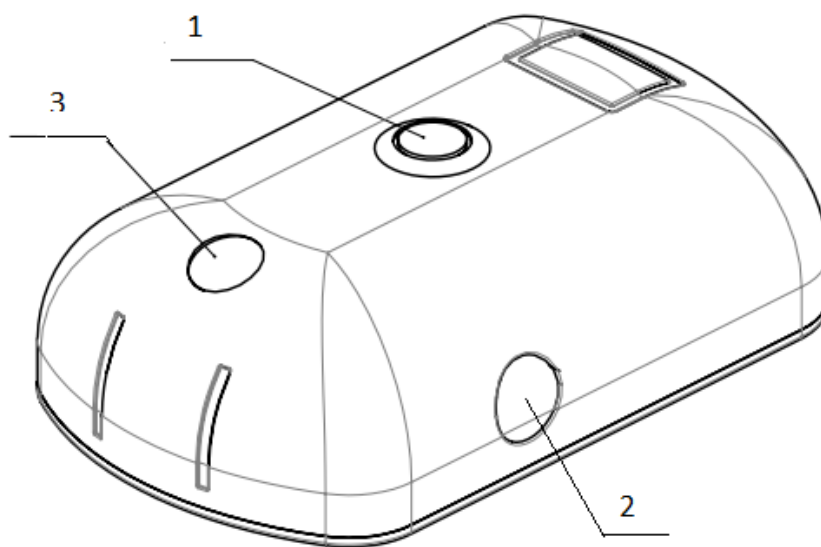

Рис. 1 Внешний вид датчика КТКО
- Внешний вид устройства изображен на Рис. 1.